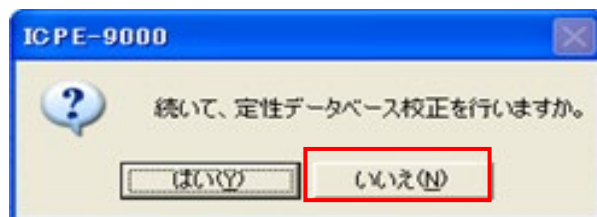

図 37
⑨ [続いて、定性データベース校正を行いますか]の画面が表示されます。 図 37